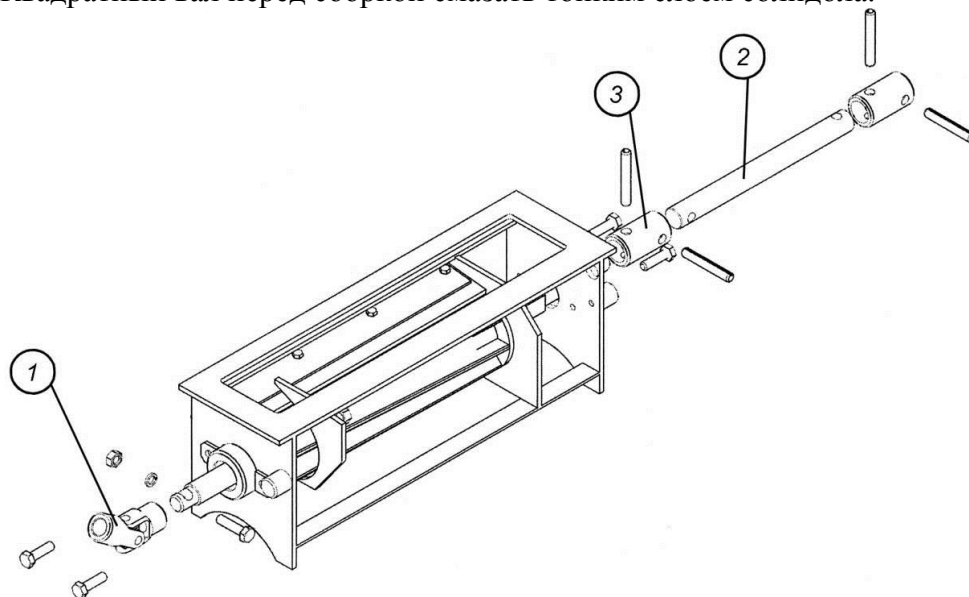

Рис. 6.2.2. Снятие переднего дозатора
1. Открутить болт, крепящий вал дозатора к карданной передаче 1 (рис. 6.2.2).